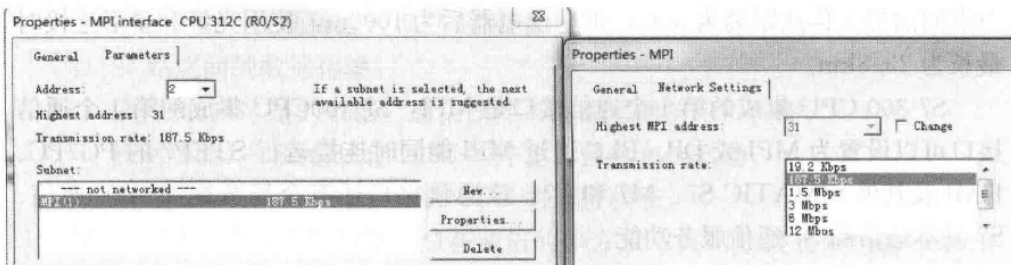

图 6-13 MPI 属性组态
双击某个站的 CPU 方框中的小红方块，打开 MPI 属性对话框（见图 6-13），选中“参数”选项卡的“子网”列表框中的“MPI (1)”，该行的背景变为深蓝色，单击“确定”按钮，CPU 被连接到 MPI (1) 子网上。选中“不连网”后单击“确定”按钮，将断开 CPU 与 MPI (1) 子网的连接。单击“确定”按钮返回 NetPro，可以看到该 CPU 是否连接到 MPI 网络。
应为每个 MPI 节点设置 MPI 地址（0~126），编程设备、HMI 和 CPU 的默认地址分别为 0、1、2。可以在“参数”选项卡（见图 6-13）中设置 MPI 站地址，一般可以使用系统指定的地址，各站的 MPI 地址应互不重叠。
单击图 6-13 中的“新建”按钮，可以生成一条新的子网。单击“删除”按